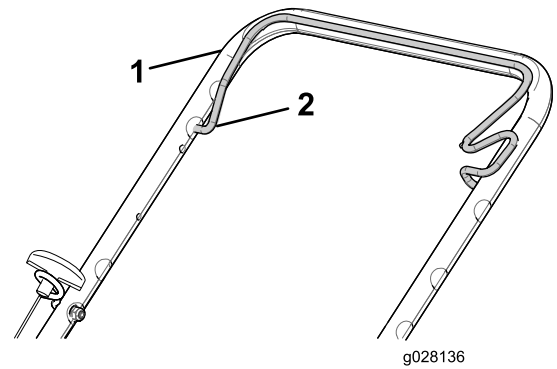

Figure 15
2. Serrez la barre de commande de la lame contre la partie supérieure du guidon (Figure 15).